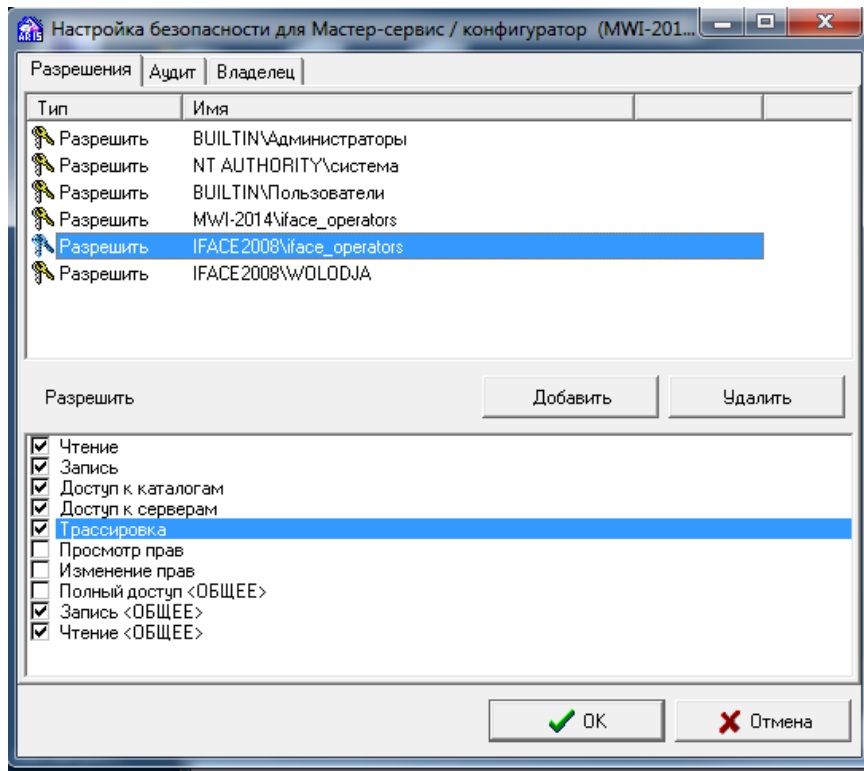

Рис. 5.2 Настройка безопасности (Мастер-сервис)
- прописать права вновь введенных пользователей или групп пользователей (см. Рис.5.2). Пользователям, которым разрешена настройка сервера ARIS SCADA, как правило, должны получить полные права, а пользователям ПО клиент ARIS SCADA достаточно следующих прав: